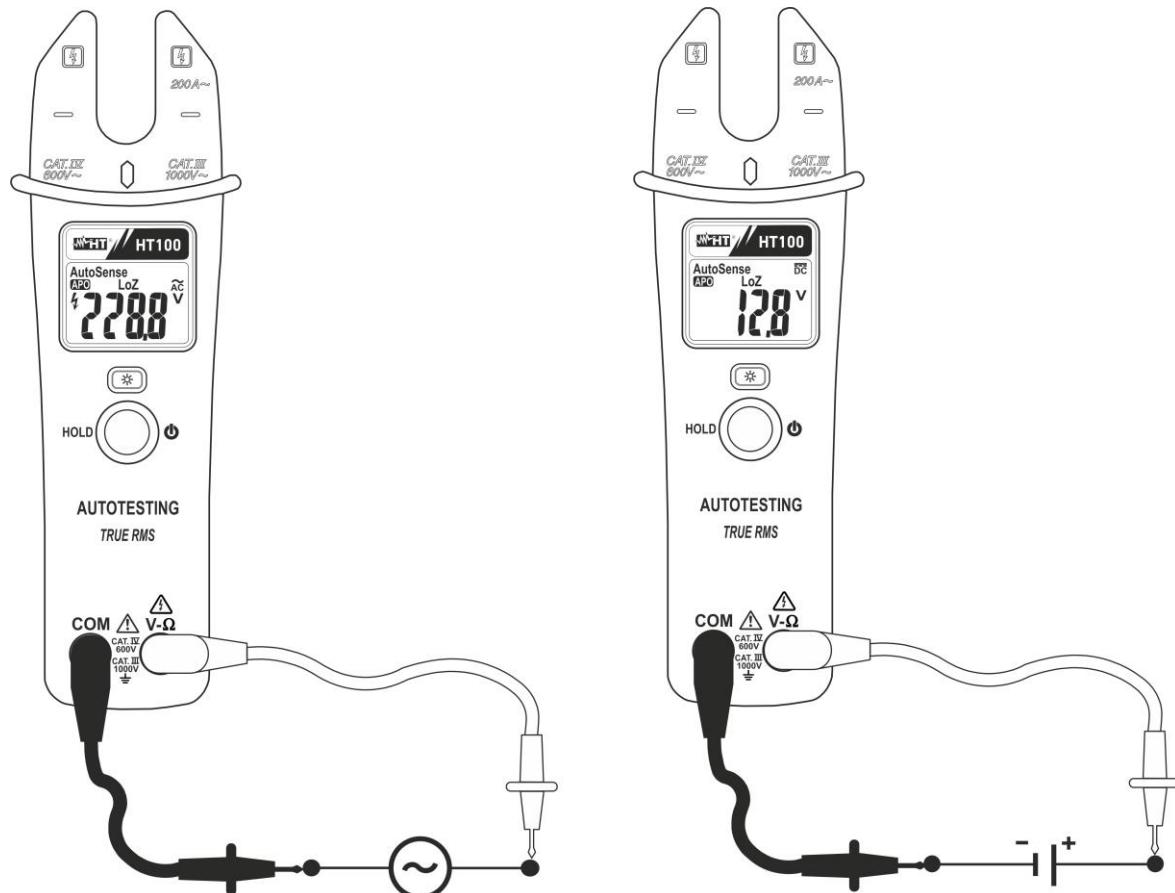

Fig. 3: Uso de la pinza en medidas de tensión CA y CC
2. Inserte las dos puntas de prueba en el punto deseado del circuito (ver Fig. 3), luego el instrumento mostrará el resultado. La pinza selecciona automáticamente la indicación CA o CC dependiendo de la tensión de entrada
4. Para la medida de tensión CC el símbolo “-” en el visualizador indica que el valor de la tensión está invertida respecto a la conexión de la Fig. 3.